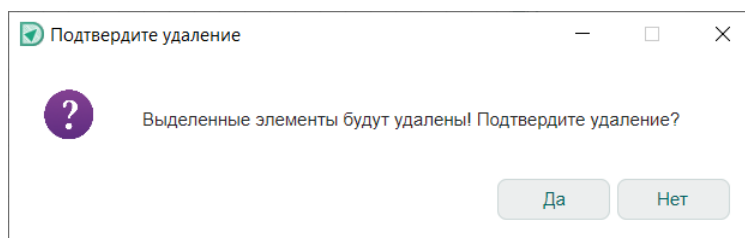

Рис. 317 Подтверждение операции удаления радиодетали
3. Подтвердите операцию удаления, см. Рис. 317.